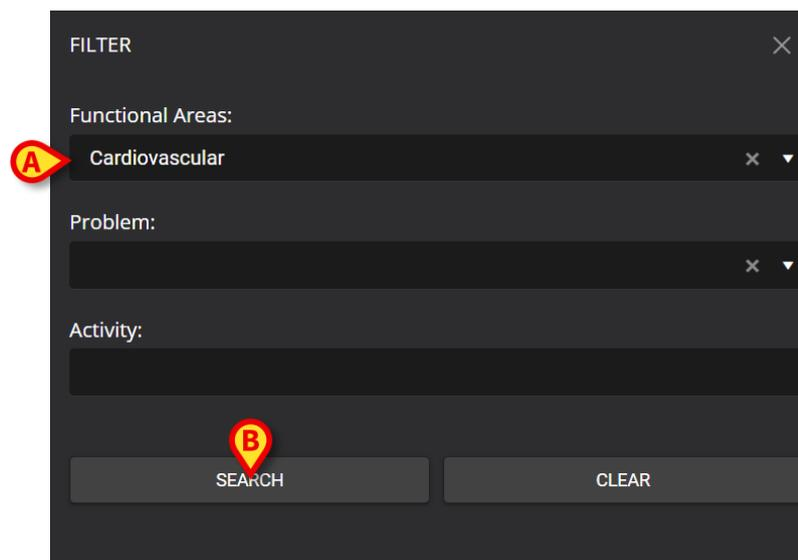

Fig 44
Una vez definidos los filtros (en la Fig 44 **A**, por ejemplo, se selecciona como filtro el área funcional "Cardiovascular"):
- Pulse el botón **Search** (Buscar) (Fig 44 **B**).